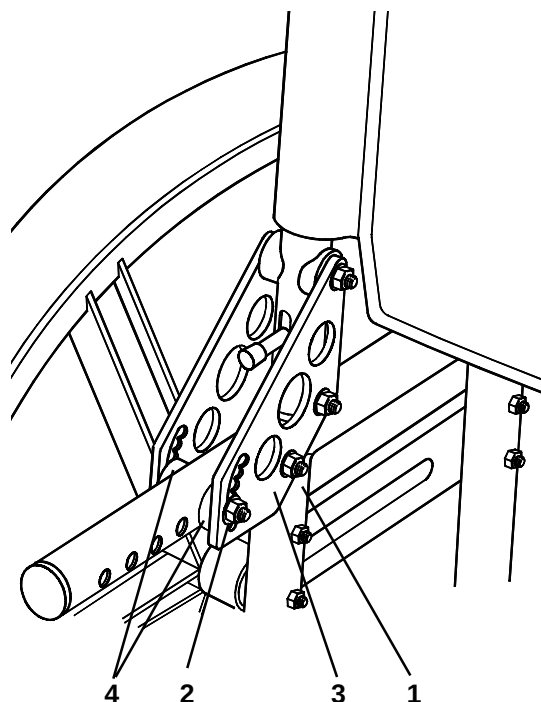

Fig. 34
L'angle du dossier (Fig. 34) s'ajuste en desserrant la vis pivot (1) d'une ouverture de 10 mm, en enlevant la vis et l'écrou de réglage (2), et en déplaçant les plaques de réglage (3) jusqu'à l'angle désiré. Remettez en place la vis et l'écrou, en vérifiant que les deux rondelles collerettes (4) sont placées correctement et coupez la vis et le boulon entre 8 et 10 Nm et la vis pivot à 8-10 Nm.